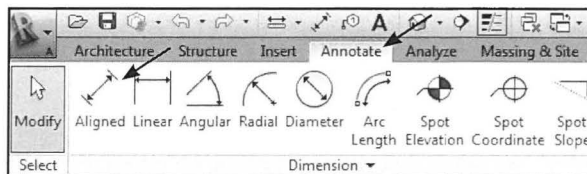

Fig. 12.13. Muligheder for påsætning af målkæder.
- Vælg *Annotate - Aligned* (Fig. 12.13)